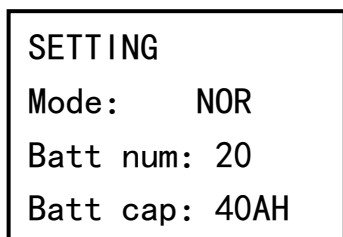

Рисунок 18
- количество и ёмкость используемых аккумуляторных батарей (см. рисунок 18);